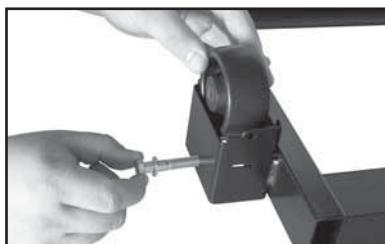

Figure 6
d'axe dans l'emplacement de la roue, aligner le trou de l'axe et le bossage fileté de la plaque de support. Figure 6.
3. Installer une rondelle de blocage de 3/8 po **R** sur le boulon de l'axe **P** et insérer le boulon de l'axe dans le trou de l'axe de l'emplacement de la roue, au travers du manchon de l'axe et tourner pour visser dans la plaque de support. Serrer avec une clé de 5/8 po. NE PAS TROP SERRER. Figure 6.